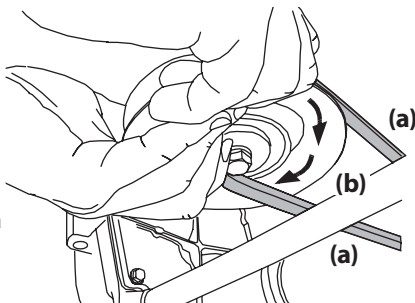

Figura 48
- Mientras sostiene la correa de la PTO (a) hacia abajo, siga girando la polea de la PTO (b) hasta que la correa de la PTO (a) se deslice fuera de la polea (b). Consulte la Figura 48. Baje la plataforma a la posición de corte más baja.
10. Mientras sostiene la correa y la polea de la PTO juntas, gire la polea de la PTO hacia la izquierda (Consulte la Figura 48). Siga sosteniendo y rotando la polea de la PTO y la correa de la PTO hasta que la correa de la PTO se enrolle totalmente en la polea de la PTO.